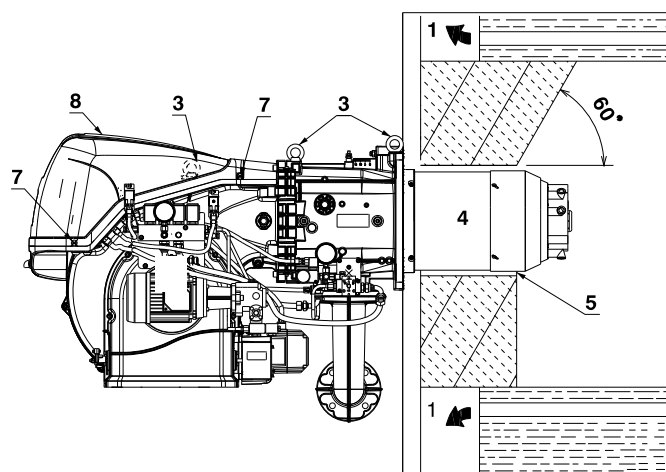

Fig. 16
Pour les chaudières avec circulation des fumées sur l'avant 1)(Fig. 16), ou avec chambre à inversion de flamme, réaliser une protection en matériau réfractaire 5), entre le réfractaire de la chaudière 2) et l'embout 4).
Prédisposer un système de levage adapté du brûleur en s'accrochant aux anneaux 3)(Fig. 16), après avoir enlevé les vis 7) de fixation du capot 8).
- Introduire la protection thermique fournie sur l'embout 4)(Fig. 16).